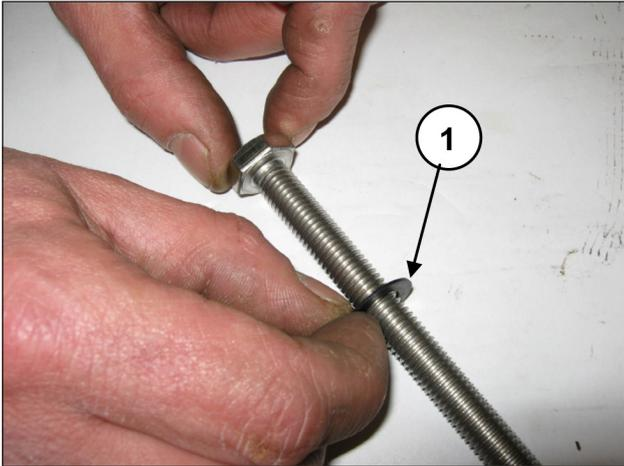

Abb. 156
Setzen Sie die Unterlegscheibe  $\varnothing 10 \times 18 \times 0,9$  auf die Befestigungsschraube des Kolbens (Pos. ①, Abb. 156).